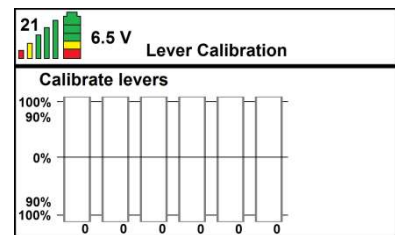

Figure: 18
- Appuyez sur la touche (✓) et vous arrivez dans l'écran **calibrate levers**. Vous voyez une barre par levier. La commande d'un levier colore la barre en vert. En commande maximale, la barre doit être verte à 100%. Si ce n'est pas le cas, les leviers doivent être calibrés. (Voir Figure 18).